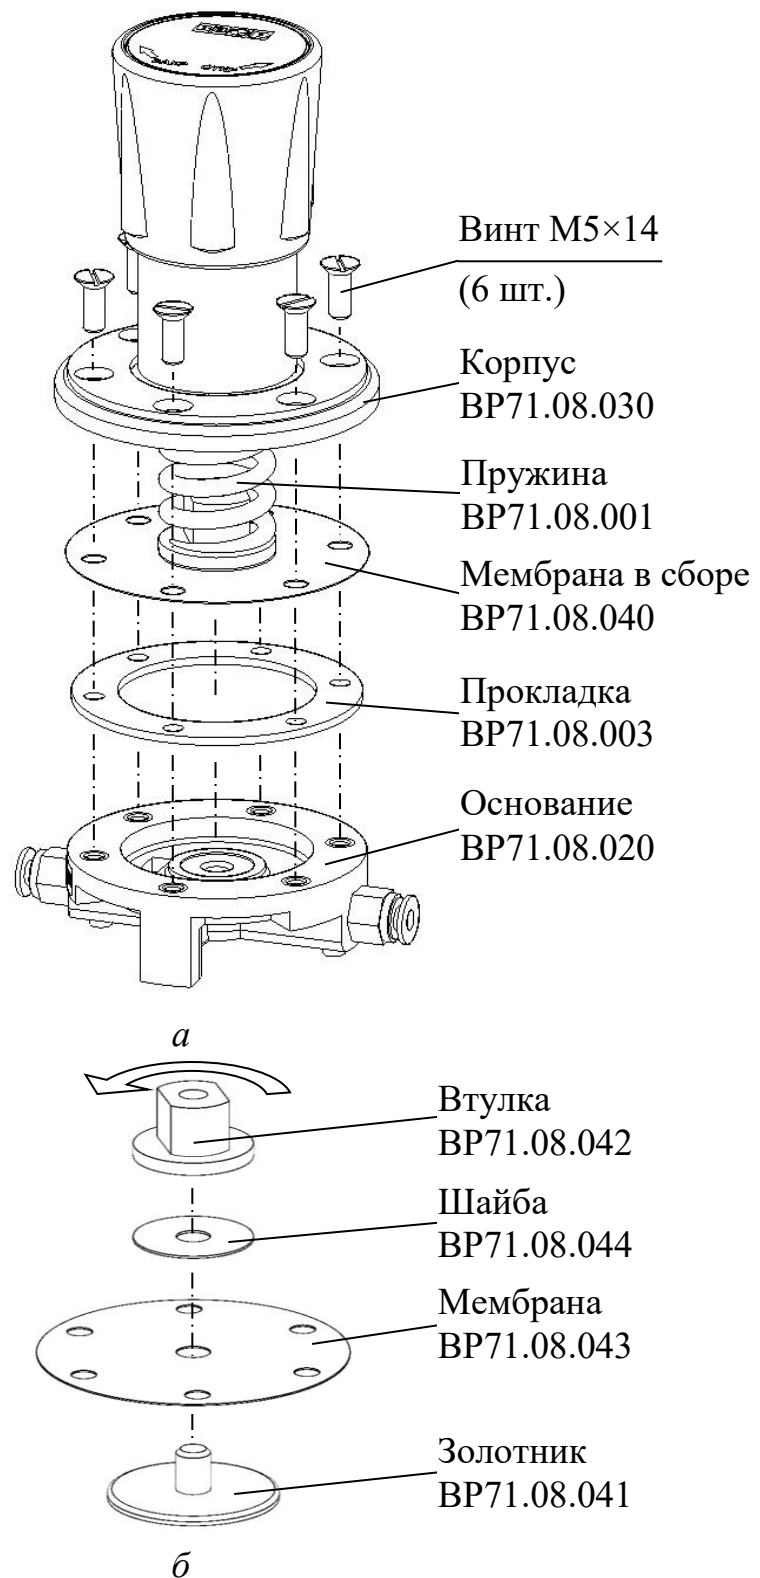

Рисунок 3.4 – Регулятор давления (замена мембраны)
При возникновении протечки регулятора давления РД необходимо заменить мембрану. Для этого следует (рисунок 3.4):
- установить собранный узел (рисунок 3.4б) на пружину ВР71.08.001, затем в корпус ВР71.08.030;